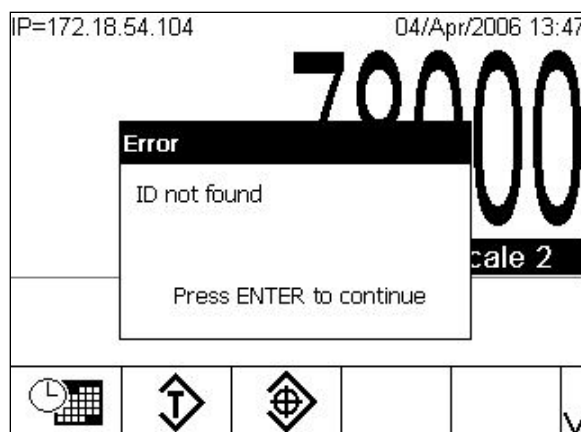

Figura C-14: Messaggio di errore "ID tara non trovato"
3. Se viene immesso un numero ID non valido, viene visualizzato il messaggio in Figura C-14.